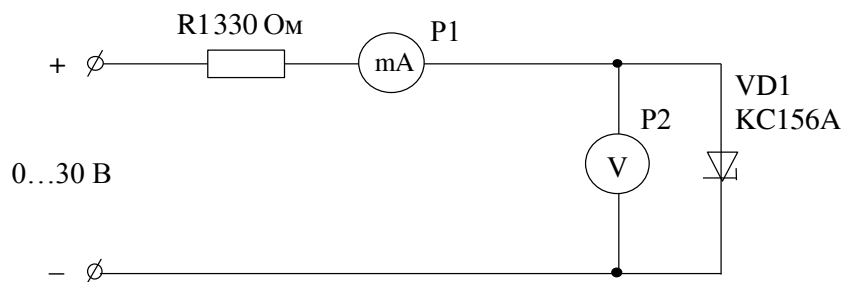

Рис. 1. Электрическая схема для снятия ВАХ стабилитрона (прямая ветвь)
1. Собрать схему, показанную на рис.1 и снять прямую ветвь ВАХ стабилитрона:  $I_{пр} = f(U_{пр.})$ .